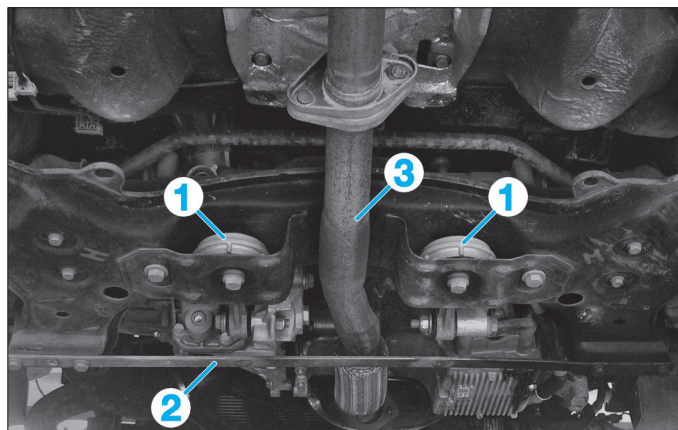

Fig. 12
- Déposer les biellettes anticouples (1) (Fig.12).